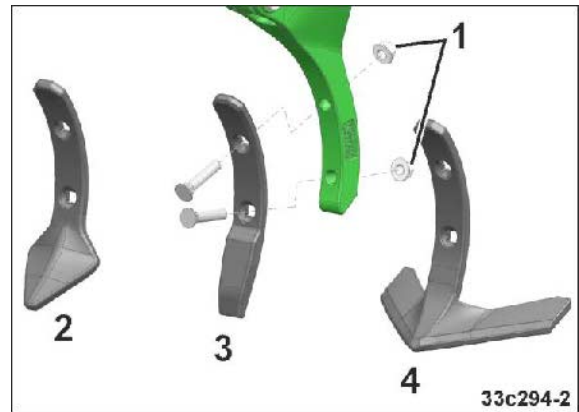

Fig. 184
1. Desserrer les écrous de fixation (Fig. 184/1).
3. Serrer les écrous de fixation (Fig. 184/1).
Soc à ailettes (Fig. 184/4)	Grand
Soc triangulaire (Fig. 184/2)	↓
Soc étroit (Fig. 184/3)	Petit